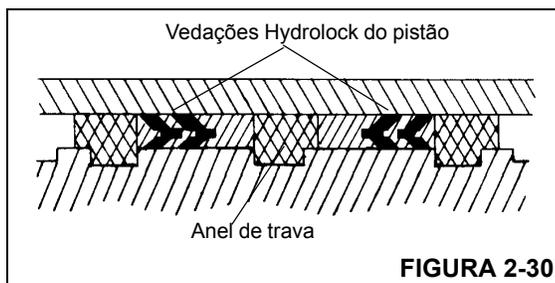

FIGURA 2-30
7. Instale as vedações Hydrolock de reposição (Figura 2-30) na parte externa do pistão. Verifique se os dois "vês" nas vedações hydrolock apontam um para o outro.